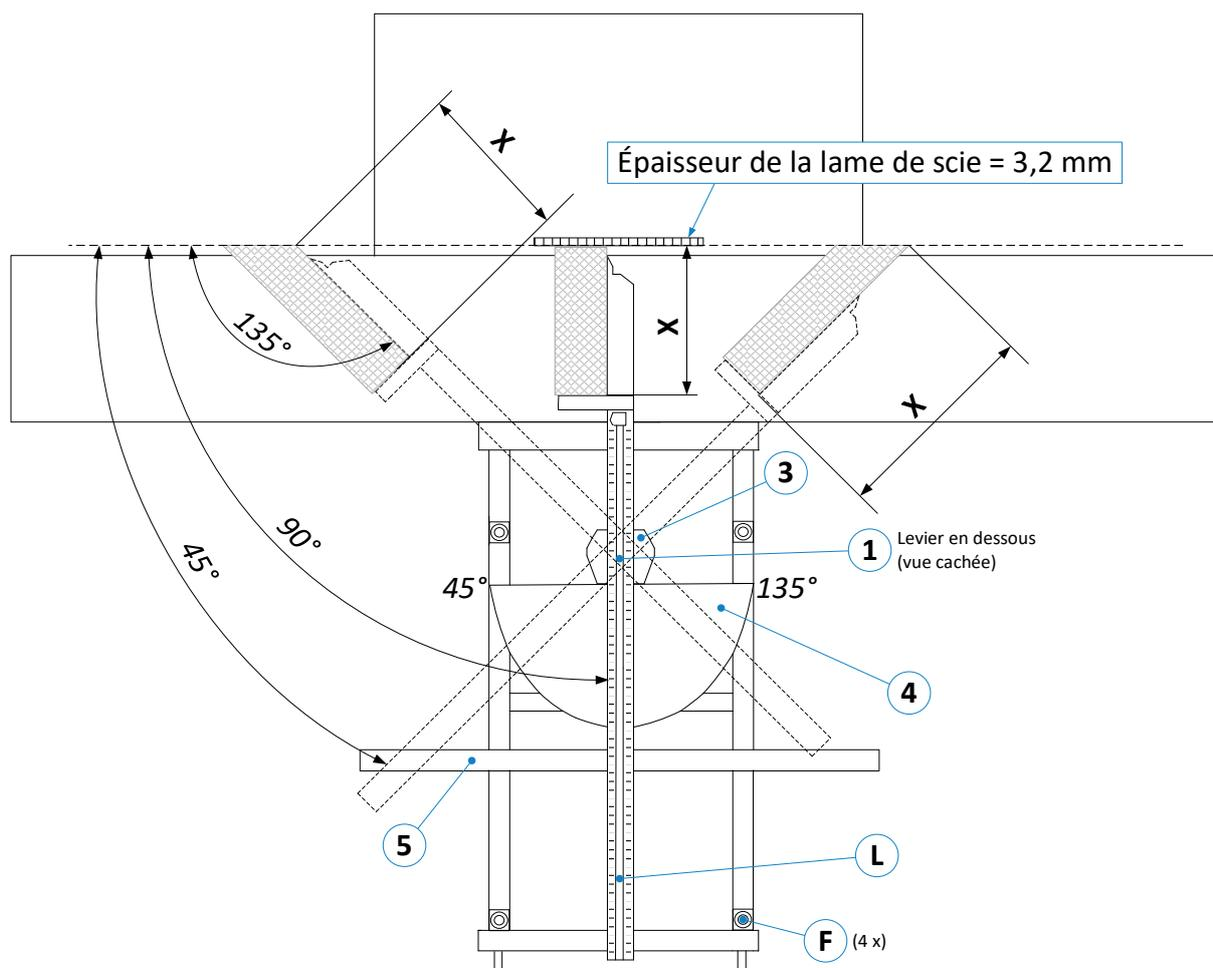
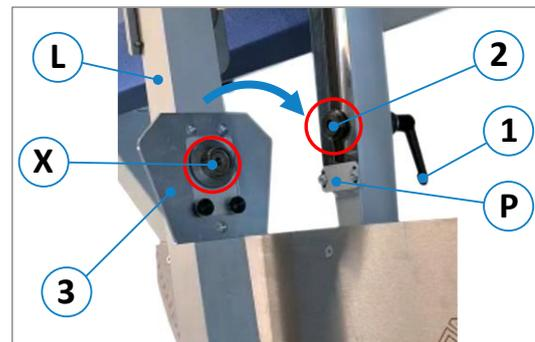

Figure 1 : aperçu et éléments de commande
Figure 2 : monter le guide télescopique
- Desserrer le levier de serrage (1) et pousser le boulon de réception (2) en direction de la plaque de butée (P) (voir ⇒ Figure 1 et ⇒ Figure 2).
- Placer maintenant le guide télescopique (L) sur le châssis à équarrir de manière à ce que le boulon de réception (2) puisse être introduit dans le logement (X) situé sur la face inférieure de la plaque de butée (3).
- Resserrer le levier de serrage (1).